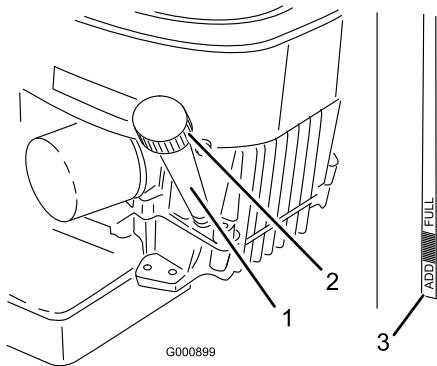

Bild 24
- Reinigen Sie den Bereich um den Ölpeilstab (Bild 24), damit kein Schmutz in den Einfüllstutzen gelangen und den Motor beschädigen kann.
- Schrauben Sie den Ölpeilstab los und wischen Sie das Metallende ab (Bild 24).